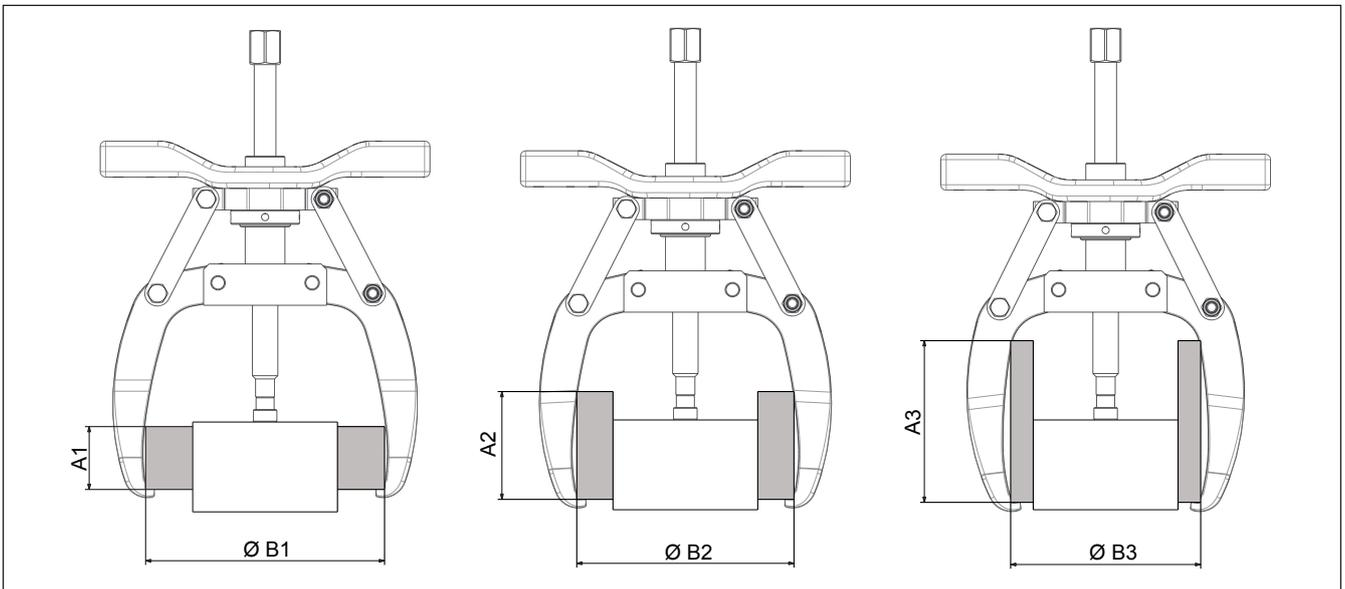

Figure 6, Portée et écartement maximum de l'extracteur
- Lors de l'installation de l'extracteur sur la pièce de travail, reportez-vous à la portée et à l'écartement maximum indiqués à la Figure 6. Le respect de ces consignes essentielles vous permettra de limiter la déviation des mâchoires et de l'axe fileté si une force importante est appliquée.
NOTICE L'axe fileté et les mâchoires doivent prendre la pièce de travail et présenter au moins la portée et l'écartement indiqués à la Figure 6. S'il est nécessaire d'accroître la portée, il est possible d'utiliser une entretoise de la bonne taille que vous placerez entre le protège-pointe et la pièce de travail à l'étape 3.